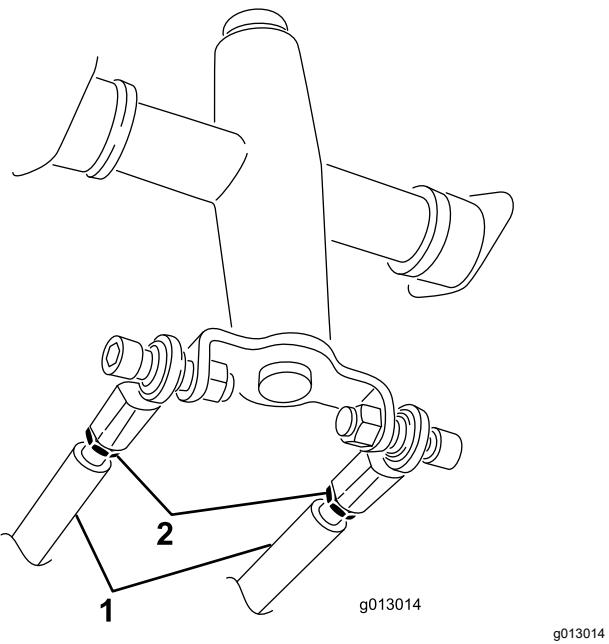

Figura 56
3. Allentate i controdadi situati sulle aste di trazione, al di sotto della plancia (Figura 56).